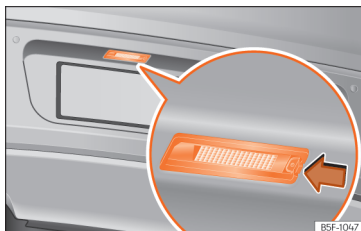

Abb. 118 Im Stoßfänger hinten: Kennzeichenbeleuchtung.
1. Drücken Sie die Nase an der Kennzeichenleuchte in Pfeilrichtung » **Abb. 118**.